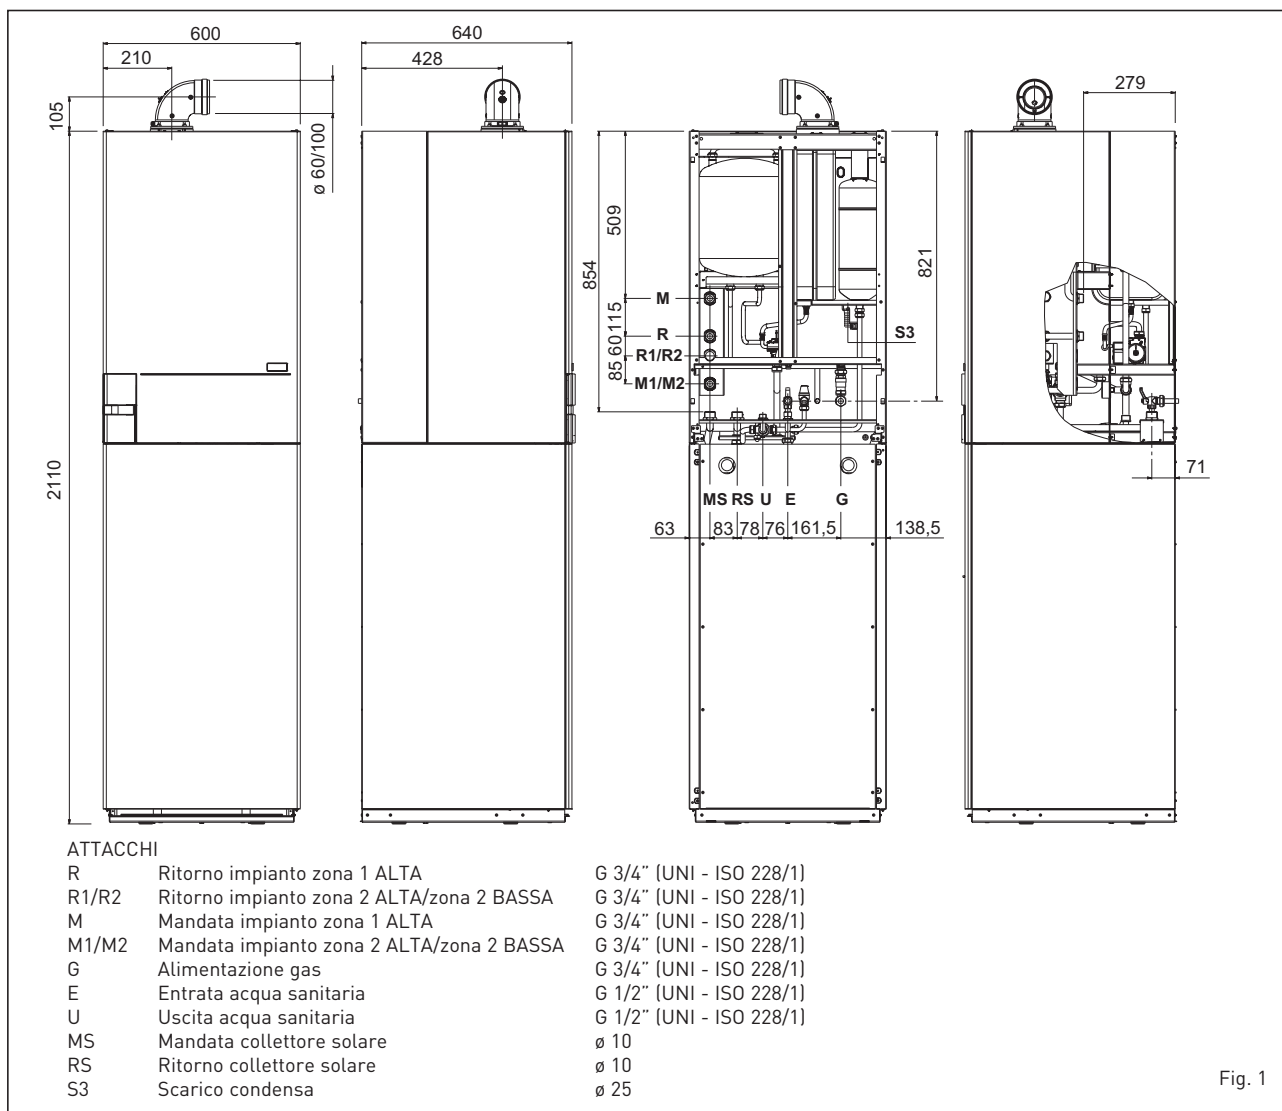

Fig. 1
1.2 DIMENSIONI D'INGOMBRO (fig. 1)
1.2.1 Assemblaggio (fig. 1/a - fig. 1/b)
Per l'assemblaggio agire nel seguente modo (fig. 1/a):